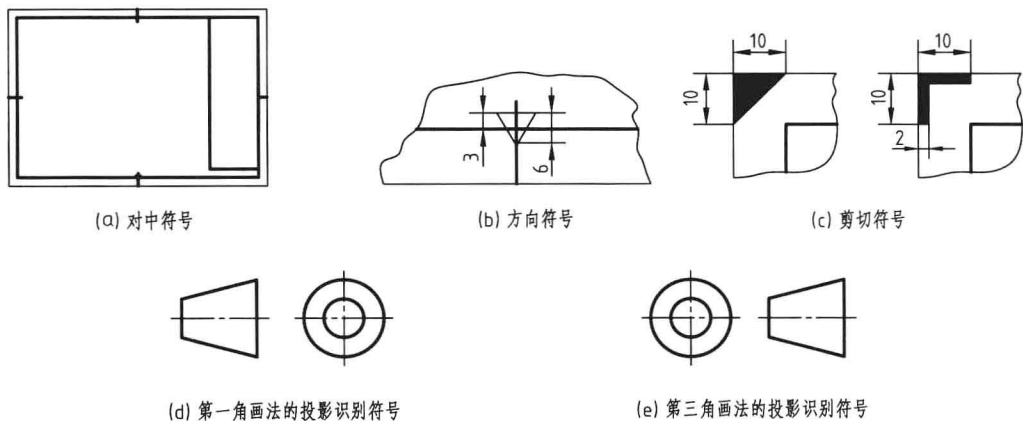

图 1-3 机械图中常见的附加符号
① 对中符号是为了方便图样的复制和微缩摄影，在图纸的各边中点处画上对中符号，对中符号用粗实线绘制，有图纸边界画入图框内 5mm。若对中符号位于标题栏的范围时，伸入标题栏的部分省略不画，如图 1-3 (a) 所示。
② 方向符号是为标明绘制和阅读图样时图纸的方向，在图纸最下面边的对中符号处画出，用细实线绘制的等边三角形，如图 1-3 (b) 所示。
③ 剪切符号是为了便于在复制图样时自动剪切，在图纸的四个角上绘制出如图 1-3 (c) 所示的符号。
④ 投影符号用于识别投影方向，放置在标题栏中名称及代号区的下方，当采用第一角画法时可省略标注，如图 1-3 (d) 和图 1-3 (e) 所示。